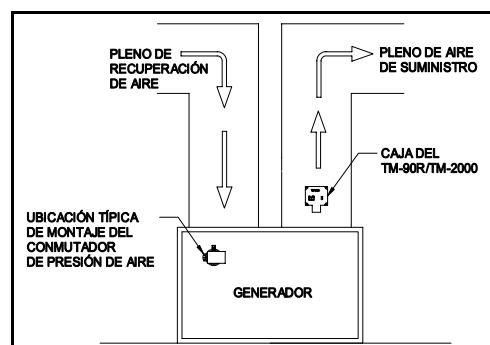

Figura 1
- Ubique una posición de montaje adecuada para el conmutador de presión de aire. Esta debe ser en el recinto del generador o sobre una estructura sólida cerca del generador. El interruptor se debe colocar de manera que el diafragma quede vertical. Marque los cuatro orificios de montaje de los tornillos usando la plancha de montaje del conmutador como plantilla. Los orificios de los tornillos se pueden taladrar con anticipación usando una broca de 1/8" o más pequeña. Tenga cuidado cuando perfore los orificios para evitar dañar las estructuras internas (Ver Figura 1).
- Coloque el interruptor de presión de aire en el lugar seleccionado usando cuatro de los seis tornillos para hoja metálica suministrados con este juego. (Ver Figura 1)